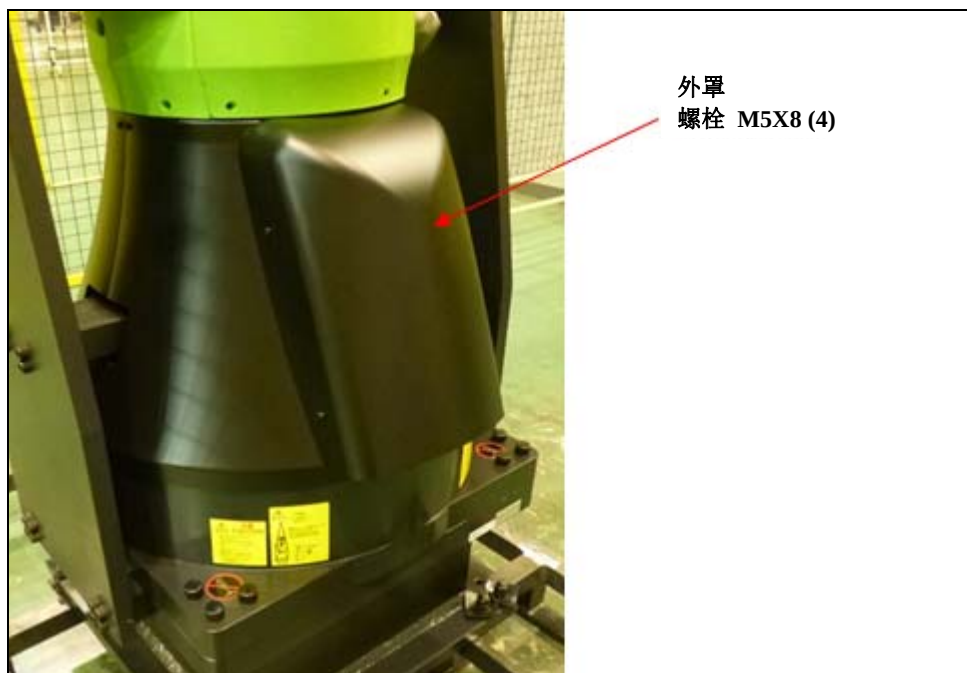

图 2.1 (a) 电缆连接图 (1/4)
- 2 按照图 2.1 (b)，连接力觉传感器电缆的连接器。